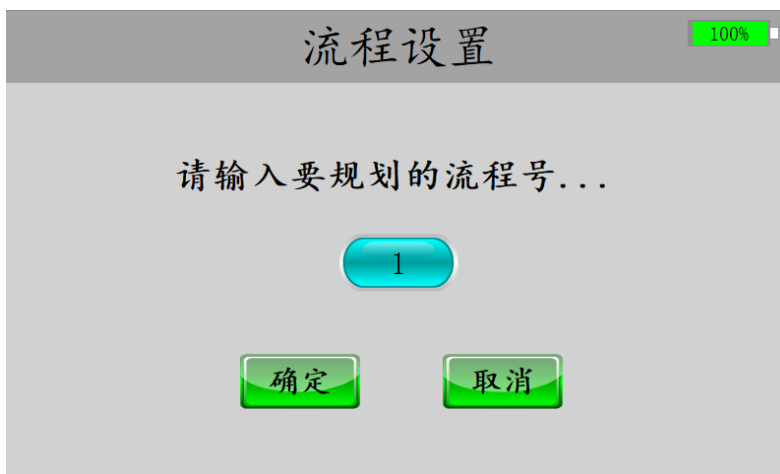

图 4-19 流程规划流程号选择界面
- 1、您需要依次点击“触摸屏”上的“地图编辑”->“编辑流程”会弹出如“图 4-19”